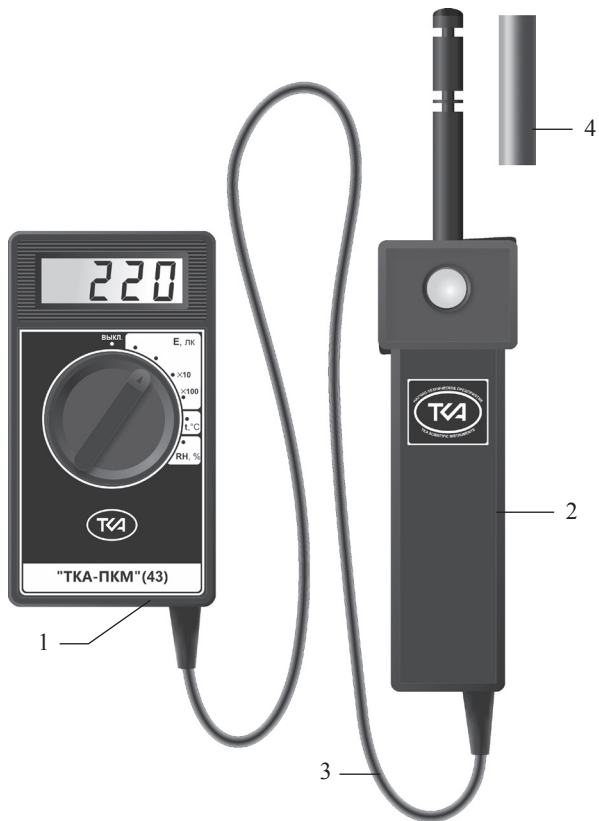

Рис.1 – Внешний вид прибора “ТКА-ПКМ”(43)
5.1 Конструктивно прибор выполнен в виде двух функциональных блоков: блока обработки информации (БОИ) и измерительной головки (ИГ), соединённых между собой кабелем связи (Рис.1).
7.6 Для измерения климатических параметров снимите с зонда защитный колпачок (4, Рис.1). Поместите измерительную головку в зону измерений. Считайте, после установления показаний, с дисплея измеренное значение.